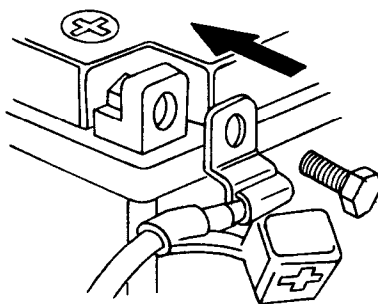

图 1-2 蓄电池正极电线的连接
(9) 在连接蓄电池引线时，应先连接好蓄电池正极电线（见图 1-2），再连接负极电线。电线连接好以后，在接线柱上涂上清洁的润滑脂（黄油），以免生锈后增加电阻。